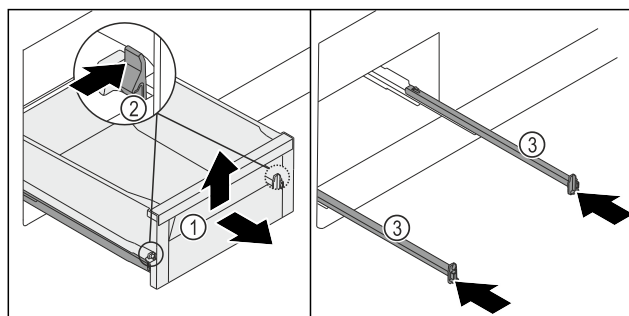

Fig. 258
- Vedä säilytyslokeroa Fig. 258 (1) ulos rajoittimeen saakka.
- Paina liittimiä Fig. 258 (2) vasemmalla ja oikealla samanaikaisesti sisäänpäin.
- Säilytyslokero Fig. 258 (1) irtaantuu kiskoista.
- Nosta säilytyslokeroa Fig. 258 (1) edestä ylöspäin.
- Ota säilytyslokero Fig. 258 (1) eteenpäin pois.
- Työnnä kiskot Fig. 258 (3) sisään.